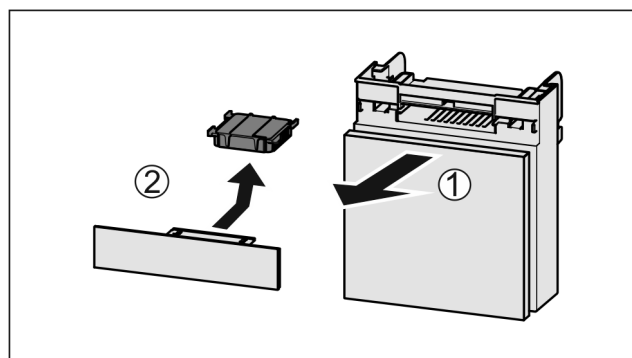

Fig. 34
- ▶ Издърпайте Fig. 34 (1) напред отделениято.
- ▶ Извадете Fig. 34 (2) филтъра с активен въглен.